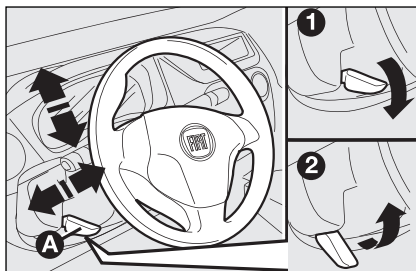

fig. 36
- ☐ ontgrendel de hendel **A**-fig. 36 door deze naar voren te drukken (stand 1);